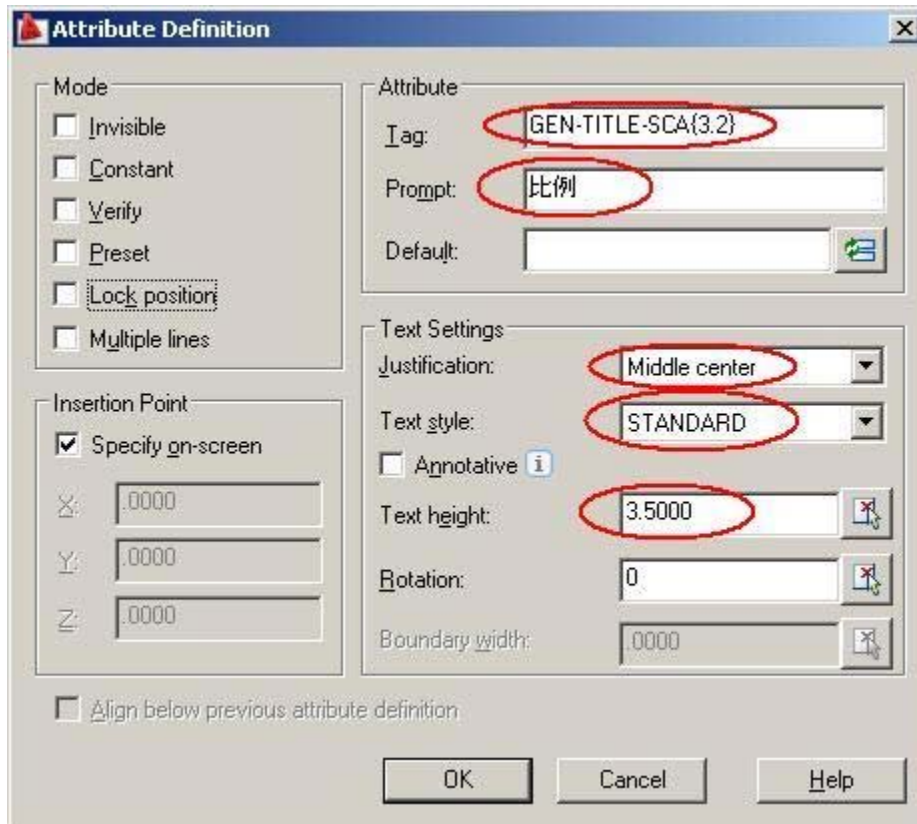

图 5
- ♥ ACM 可以自动填写比例，为了比例的准确性，在第 3 步输入比例时，我们使用系统变量 `GEN-TITLE-SCA{3.2}`，`{}` 内的数值 = 格子有效宽度 / 字高。如图 5。